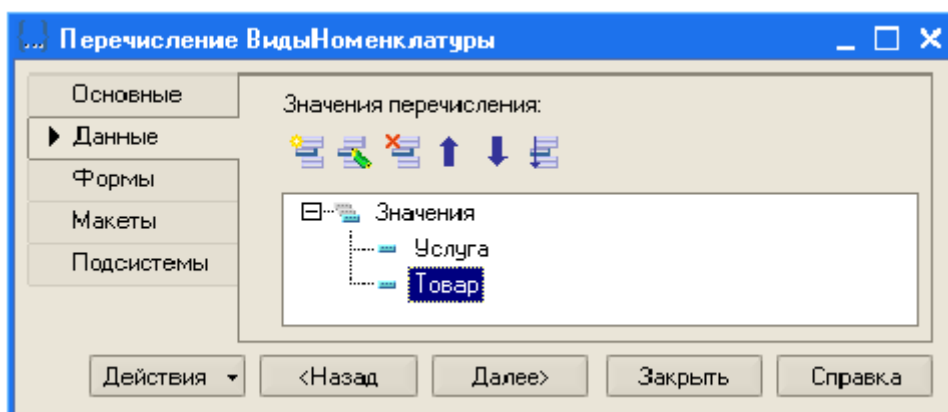

Рис. 89
- На закладке *Данные* (рис. 89) добавьте два значения перечисления: *Товар* и *Услуга*;